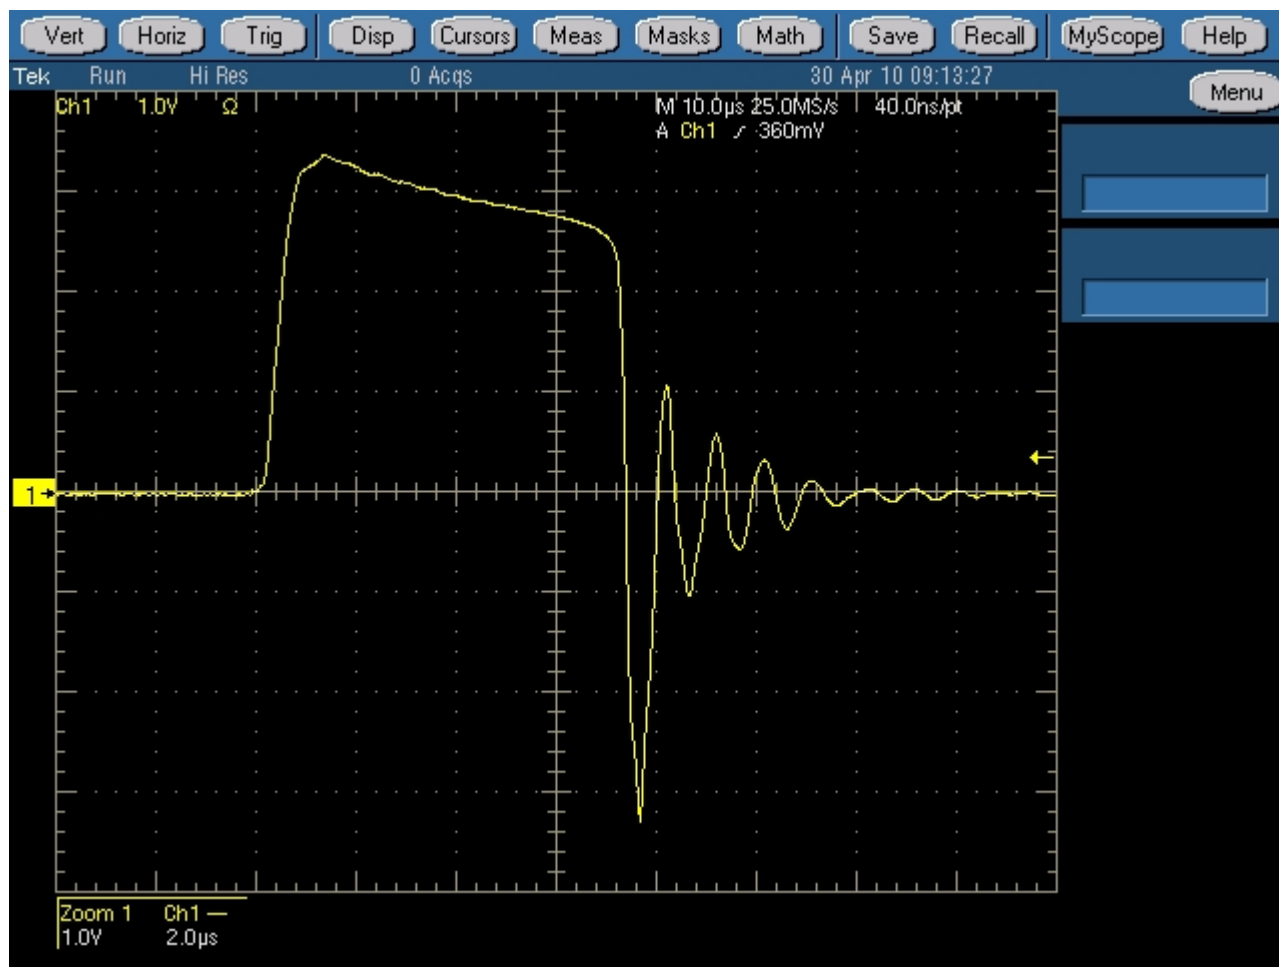

fig. X.7.2 Scarica sulla catena (zoom)
C) si aumenta la distanza spinterometrica a d=30 cm, cui corrisponde una tensione di scarica di 745 kV, corrispondente, sulla base del rendimento suddetto, ad una tensione di carica di 76,6 kV. Si verifica una scarica sulla catena (fig.X.7.2)